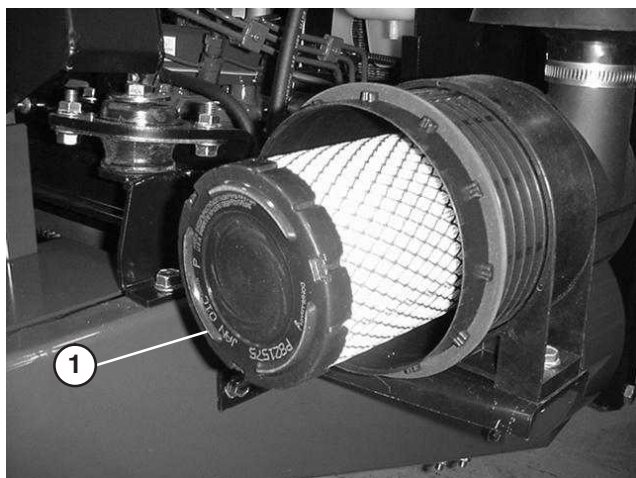

Bild 45
- Entfernen Sie den Ölfilter und bauen Sie einen neuen ein (Bild 45). Sie sollten ein gebrauchtes Element nicht reinigen, da die Gefahr einer Beschädigung des Filtermediums besteht. Prüfen Sie den neuen Filter auf Versandschäden. Prüfen Sie das Dichtungsende des Filters und den Körper. Verwenden Sie nie ein beschädigtes Element. Setzen Sie den neuen Filter ein. Drücken Sie auf den äußeren Rand des Elements, um ihn in die Glocke zu platzieren. Drücken Sie nie auf die flexible Mitte des Filters.
- Reinigen Sie den Schmutzauslassanschluss, der sich in der abnehmbaren Abdeckung befindet (44). Nehmen Sie das Gummiauslassventil von der Abdeckung ab, reinigen Sie den Bereich und setzen Sie das Auslassventil wieder ein.